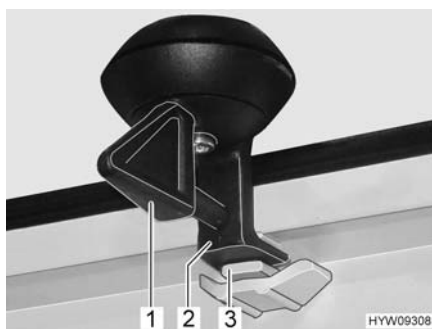

Fig. 48 Bloccaggio (posizione di ricircolo d'aria)
- Ruotare la leva (Fig. 48,1) di un quarto di giro. Il bloccaggio (Fig. 48,2) deve entrare nella rientranza superiore (Fig. 48,3).